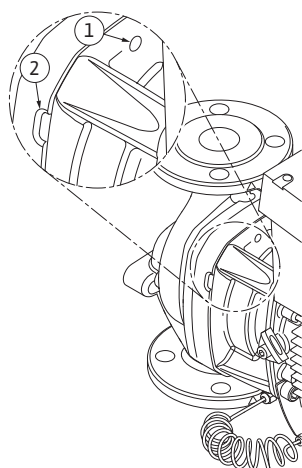

Fig. 51: Gänghål och skårar för att avlägsna instickssats från pumphuset
13. Avlägsna instickssatsen (se fig. 13) från pumphuset. Här bör två gänghål (fig. 51, pos. 1) användas, särskilt för att lossa fästet. Skruva in lämpliga skruvar i gänghålen för att lossa fästet. Om instickssatsen är lättgående kan dessutom skårar (fig. 51, pos. 2) mellan pumphuset och lanternan användas vid avlägsnandet (använd t.ex. två skruvmejslar som hävstång). När instickssatsen har tryckts ut ca 15 mm förs den inte längre i pumphuset.